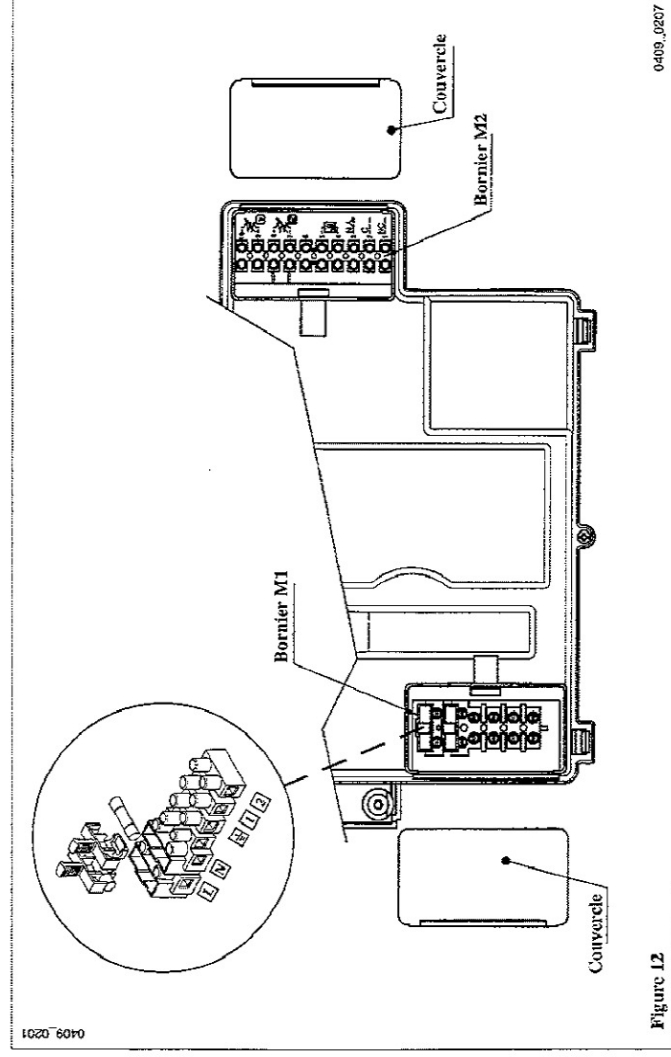

Figure 12
15.1 Description des connexions électriques vers la chaudière Tourner vers le bas le boîtier de commande et accéder aux borniers M1 et M2 destinés aux connexions électriques en enlevant les deux couvercles de protection (voir figure 12).
Le contact relatif à la demande de fonctionnement des différentes zones doit être relié en parallèle et connecté à la borne 1-2 "TA" du bornier M1, figure 12. Éliminé le pontage. Choisir la température de chauffage directement sur le panneau de commande de la chaudière en tournant le bouton 6, figure 1.